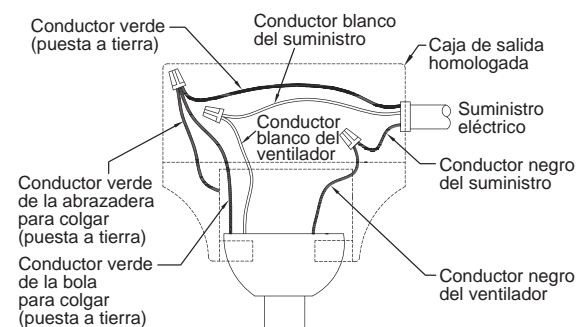

Figura 13
2. Una vez realizadas las conexiones, gire los conductores hacia arriba y, con cuidado, colóquelos dentro de la caja de salida; con los conductores blancos y verdes hacia un lado y los conductores negros hacia el otro. Los cables deben separarse, el conductor con conexión a tierra y el conductor con conexión a tierra del equipo hacia un lado de la caja de salida, y el conductor sin conexión a tierra hacia el otro. (Figura. 13)